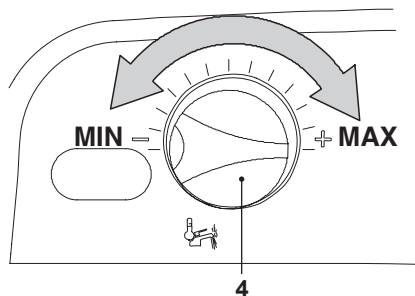

Fig. 9.15
- La potenza termica del riscaldamento può essere variata ruotando la manopola regolazione temperatura sanitaria 4 indicata in Fig. 9.15.